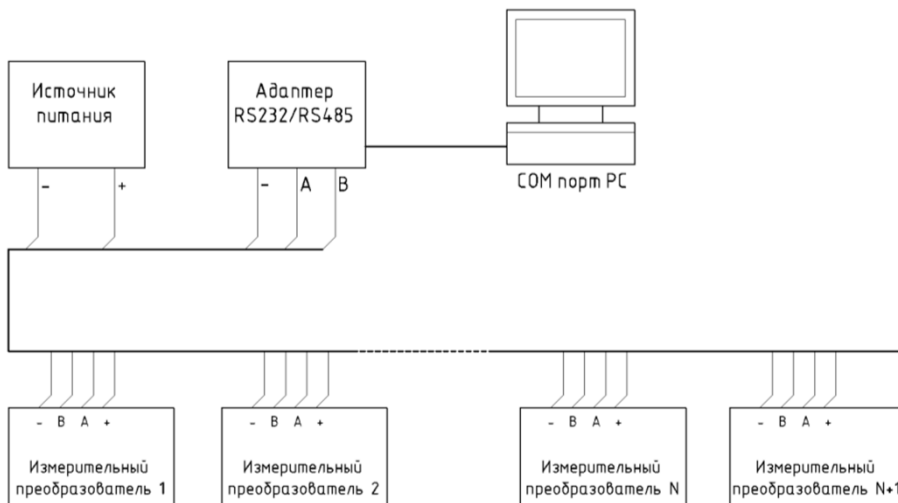

Рис.5. Схема подключения преобразователей.
6.4.2. Подключение преобразователей исполнения -С к измерительной системе осуществляется по четырем проводам - по одной паре подается напряжение питания (цепи - и +), по другой происходит обмен по интерфейсу RS-485. Преобразователи подключаются к четырехжильному кабелю параллельно, как показано на рис.5. Питание и считывание показаний из преобразователя возможно контроллером ИВА-128 или ПК через преобразователь интерфейса ПИ-1С, либо другими контроллерами Modbus RTU, имеющими интерфейс RS-485 (кроме дифференциальной пары А-В обязательно наличие общей линии GND).